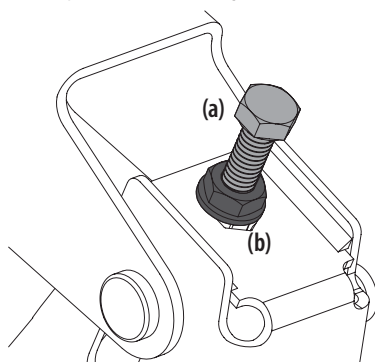

Figura 38
3. Ubique los pernos de ajuste (a) del lado izquierdo y derecho de la plataforma. Consulte la Figura 38.
4. Afloje pero no extraiga las contratuercas (b) en el perno de ajuste. Ajuste el perno de ajuste derecho o izquierdo arriba o abajo según sea necesario hasta que la altura de un lado a otro sea equivalente. Consulte la Figura 38.
5. Cuando se logra el ajuste correcto, vuelva a apretar la contratuercas (b). Ajuste hasta 57 pies-libras (77.3 N-m). Consulte la Figura 38.